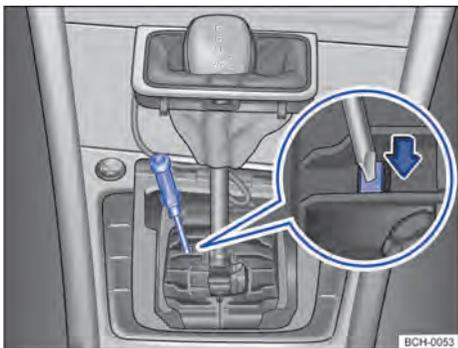

Fig. 93 Desinstalar a cobertura da alavanca seletora e destravar o bloqueio da alavanca seletora emergencialmente.
- Com o auxílio de uma chave de fenda pressionar cuidadosamente a alavanca de destravamento no sentido da seta e manter nessa posição → Fig. 93.